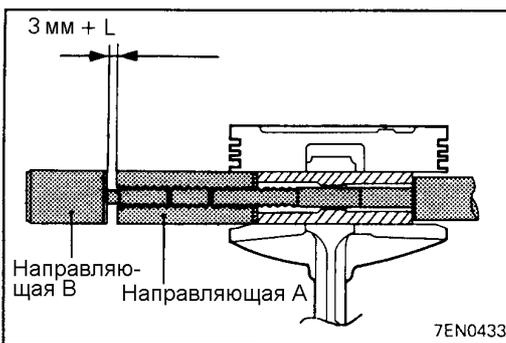

Рис. 11.59
(3) Установите приспособление с направляющими «А» и «В» (рис. 11.59).